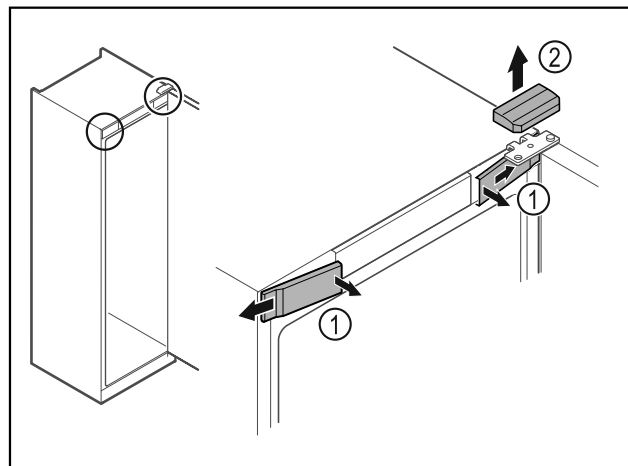

Fig. 11
- ▶ Deblocați apărătorile frontale din interior Fig. 11 (1) și detașați-le în lateral.
- ▶ Scoateți în sus Fig. 11 (2) apărătoarea.